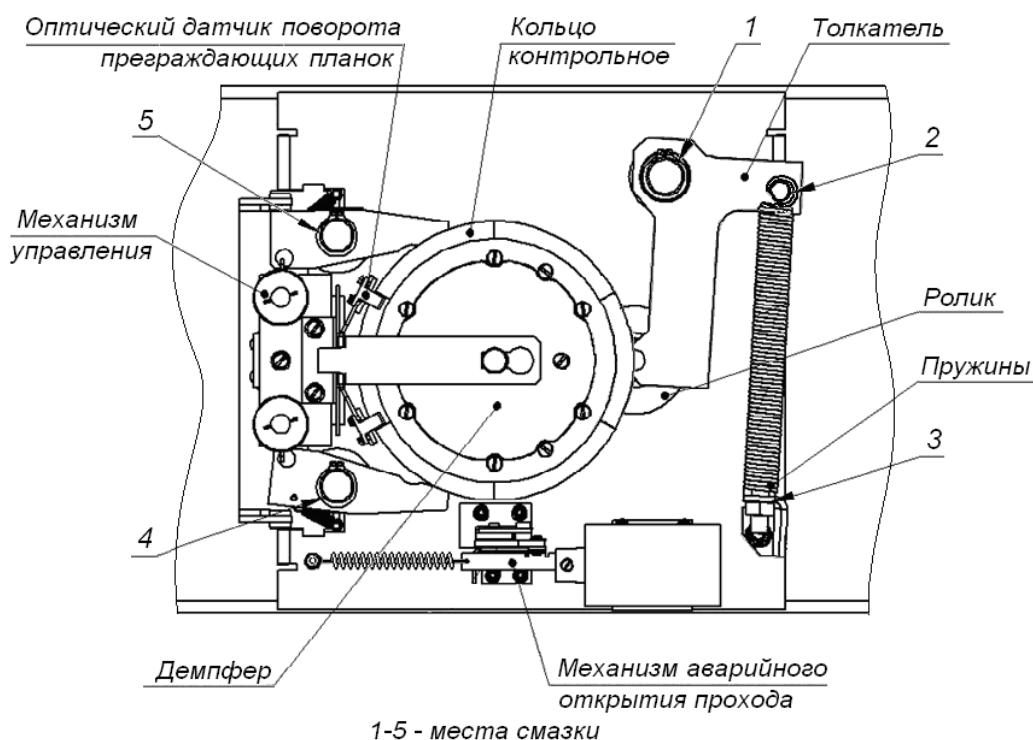

Рисунок 16. Расположение внутренних деталей и узлов стойки ЭП
4. Снимите крышку (3) в порядке, указанном в разд. 6 и положите ее на ровную устойчивую поверхность.
5. Осмотрите устройство доворота (толкатель, пружины и ролик), оптические датчики поворота преграждающих планок и демпфирующее устройство (см. рис. 16).
- смазкой типа **Chain and Rope Lube Spray - WEICON** оси вращения рычага толкателя (1, рис. 16) ролика и стопоров (4, 5, рис. 16);
- смазкой ШРУС-4 точки крепления пружин доворота (2, 3, рис. 16).